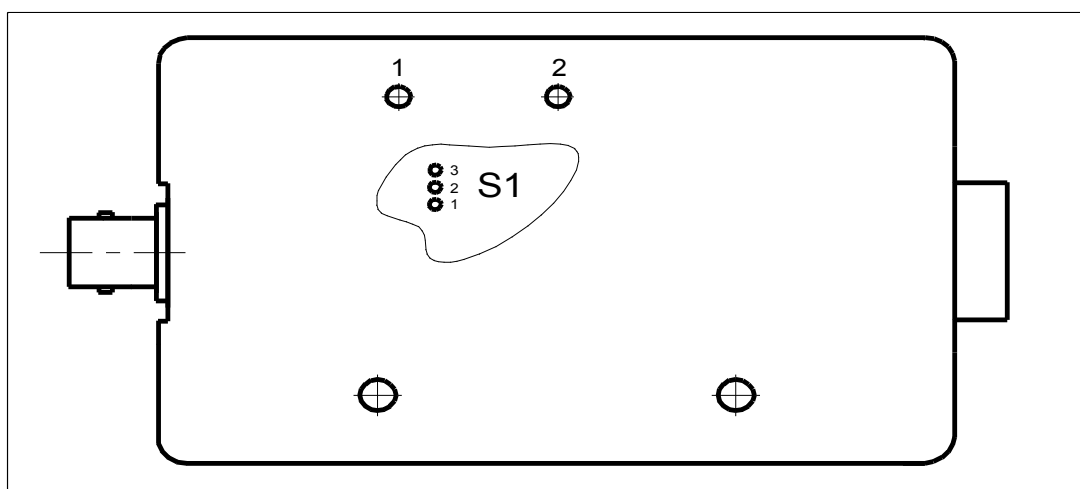

Рис. 23: Компаратор К22
4. Регулировка напряжения производится резистором 1 (рис. 23). Выходной ток К22 по выходу 1 должен быть при расположении датчика над валом 1 (4) мА, а над пазом – 5 (20) мА.
5. Работа компаратора заключается в сравнении напряжения на выходе 2 с напряжением уставки, которое равно 8 В для К22 и задается резистором 2 (рис. 23). Для стабильной работы компаратора необходимо гарантированное превышение уставки и гарантированное несрабатывание в двух информативных состояниях ротора относительно датчика при вибрации и смещении ротора.